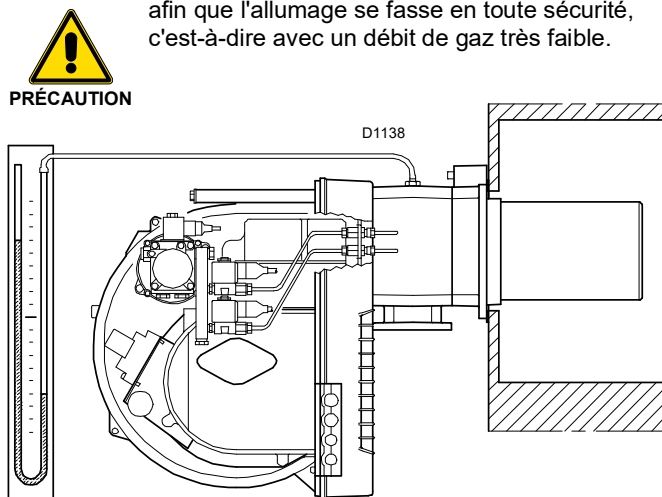

Fig. 32
- Monter un manomètre en U (Fig. 32) sur la prise de pression du gaz du manchon.
L'arrivée de gaz au manchon est mise en évidence sur le manomètre en U (Fig. 32).